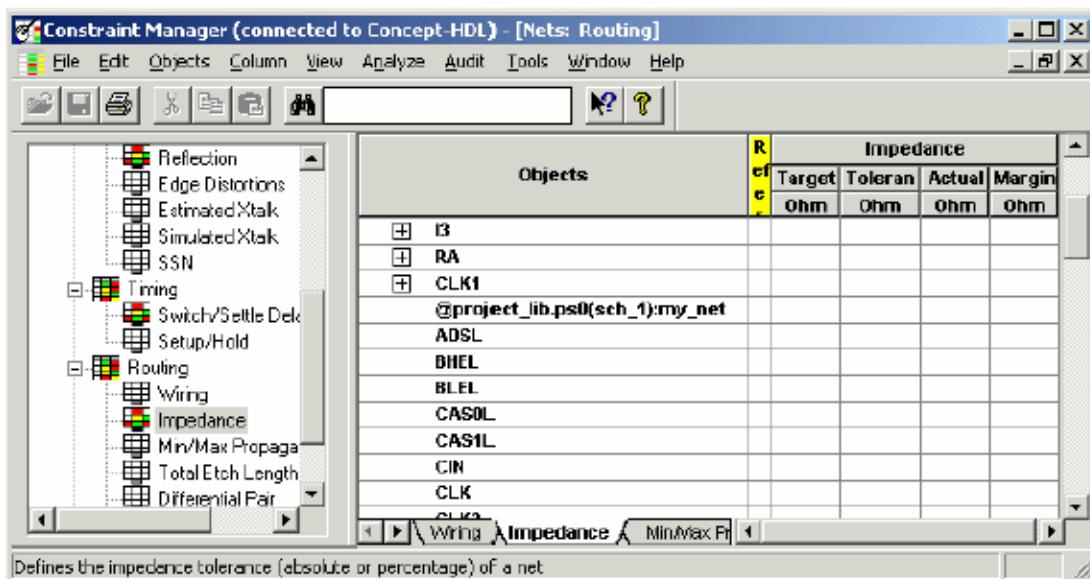

图 6-2 网络 MY_NET 显示为规范的格式
10. 打开【Impedance】工作表，可以查看到网络 MY_NET 显示为规范的格式，其它的网络显示为物理格式，因为新加的网络还没被打包。请见图 6-2。